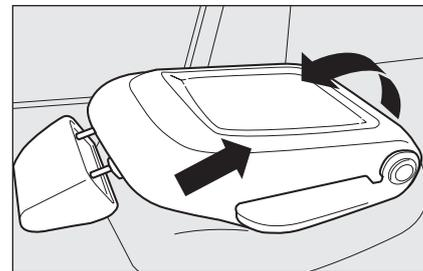

fig. 46
- pousser le siège arrière à fond vers l'avant **fig. 46** ;